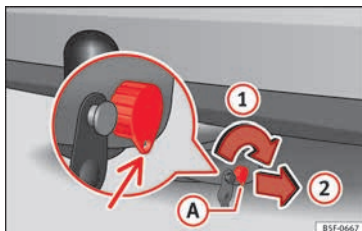
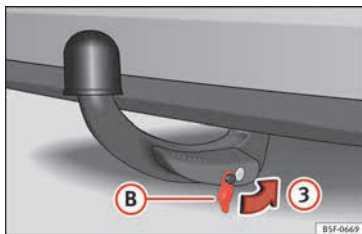

Fig. 224 Bloquear cerradura
Fig. 225 Colocar la tapa sobre la cerradura
- Gire la llave (A) en el sentido de la flecha (1) hasta que la parte agujereada de la llave llegue a su posición inferior » fig. 224.
- Extraiga la llave en el sentido de la flecha (2).
- Coloque la tapa (B) en la cerradura en el sentido de la flecha (3) » fig. 225 » !.